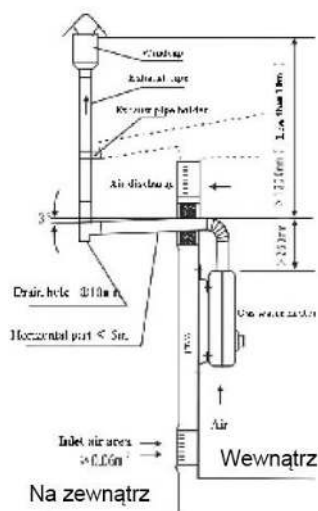

Fig10
2. Țeava de evacuare trebuie să fie rezistentă la temperaturi ridicate (peste 200°C) și la rugină (Fig. 10).